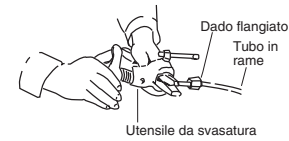

Fig. 7-3
- 4) Svasare l'estremità del tubo di rame con l'utensile apposito (Fig. 7-3)